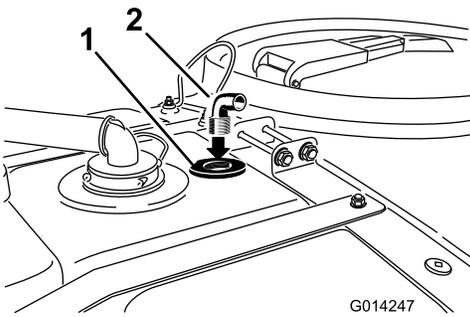

Figura 16
4. Montate il raccordo nell'apertura filettata del diaframma dell'ugello di lavaggio (Figura 16).